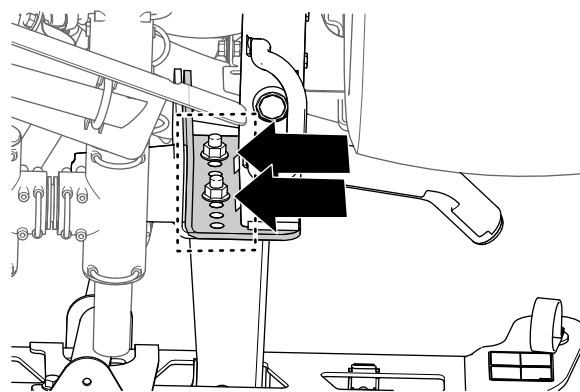

图44
- 在使用 4 个凸缘头螺栓 1/2 x 1-1/4 英寸和 4 个凸缘锁紧螺母 1/2 英寸将中间喷洒段的支撑托架固定到机器安装板上的地方用一条胶带标记软管 图44。